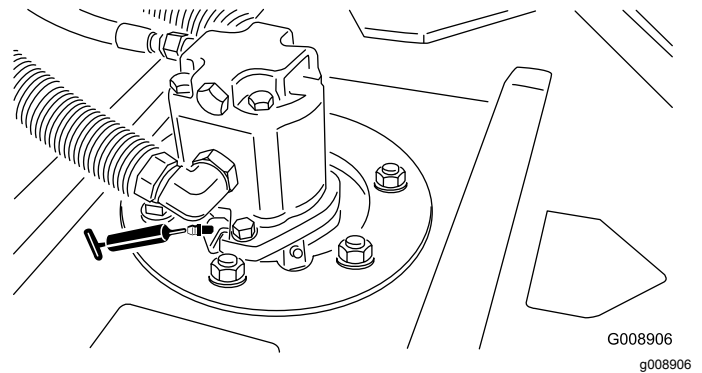

Figura 68
- Cuscinetti dell'asse del mandrino dell'apparato di taglio (2 per apparato di taglio)—Figura 68